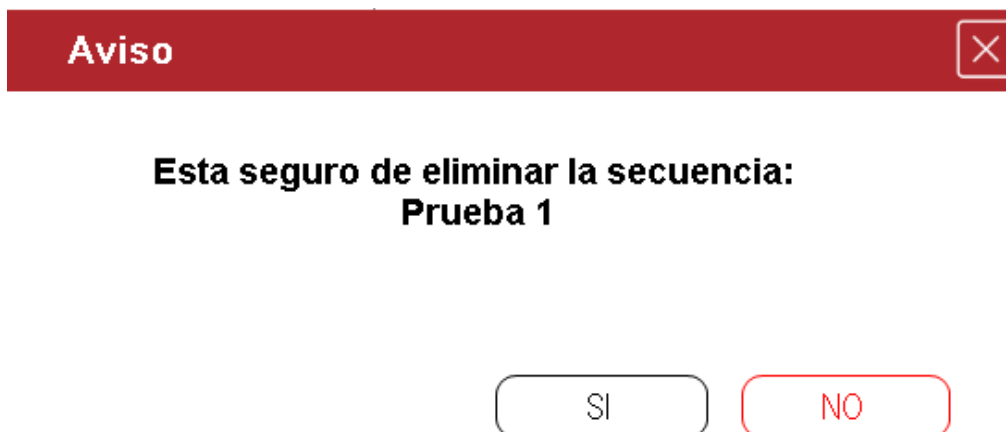

Figura 23. Eliminar prueba.
3. Confirme si desea eliminar la prueba (figura 23).